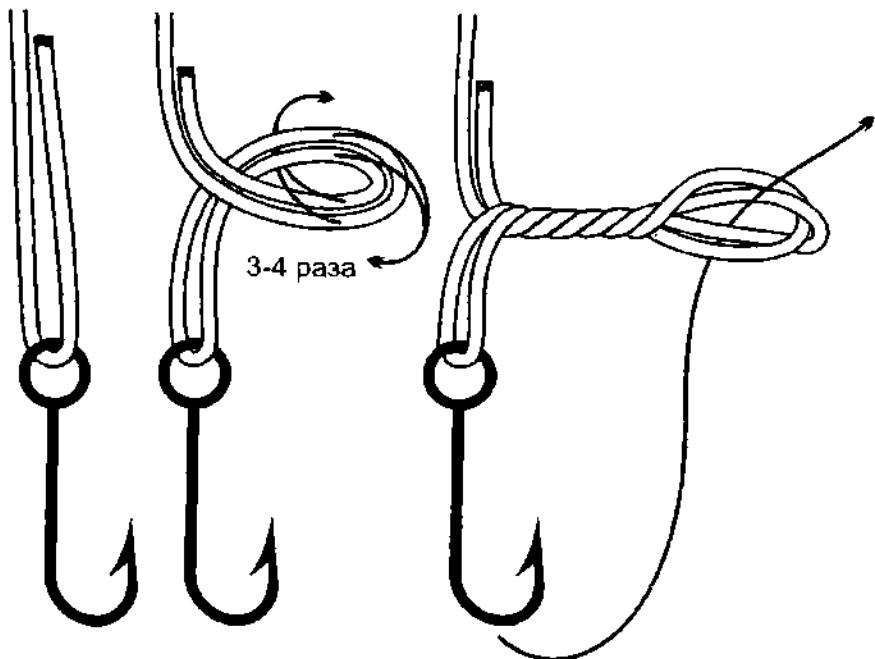

Рис. 695. Королевский строп.
*Королевский строп* надёжный и несложный узел, который легко запоминается и быстро вяжется (рис. 695). *Королевским стропом* привязываются крючки, застёжки, вертлюжки, искусственные приманки и т. д.